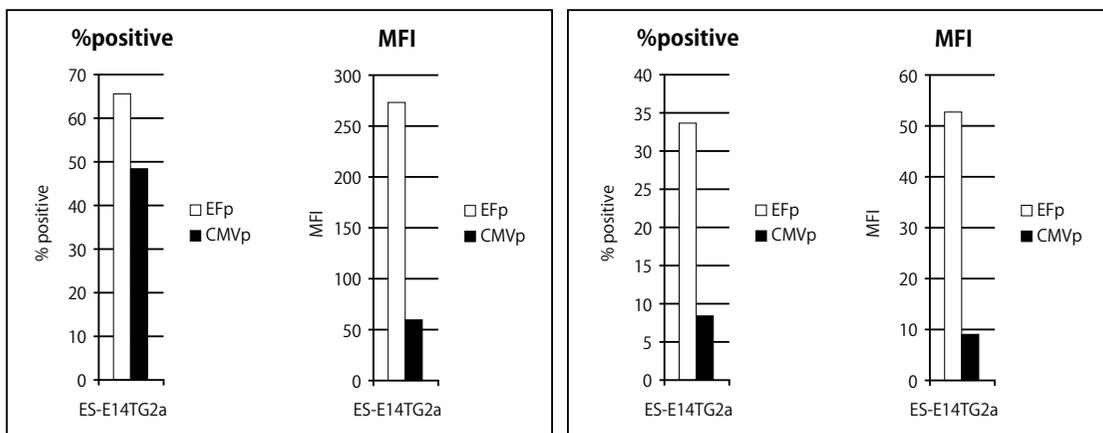

図 2. フローサイトメーター解析結果
2. 48 時間後に細胞を回収し、フローサイトメーターを用いて AcGFP1 陽性細胞を解析した (図 2. 一過性発現)。
3. 培地に 250 μ g/ml で G418 を添加して薬剤選択を行い、耐性となった細胞をフローサイトメーターにより解析した (図 2. 安定発現)。